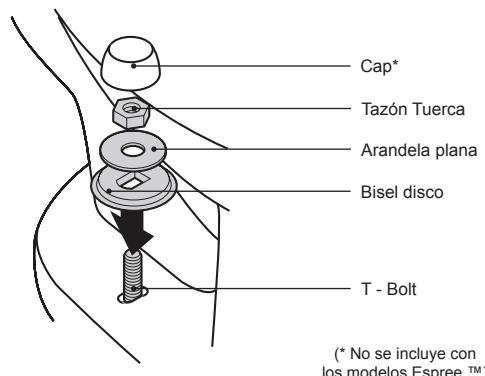

Figura 6
- Coloque las piezas siguientes en el T-perno en el orden indicado (Figura 6):